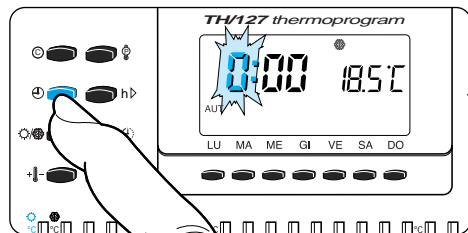

Fig. 12
5.2 - Premere il pulsante  (fig. 12).